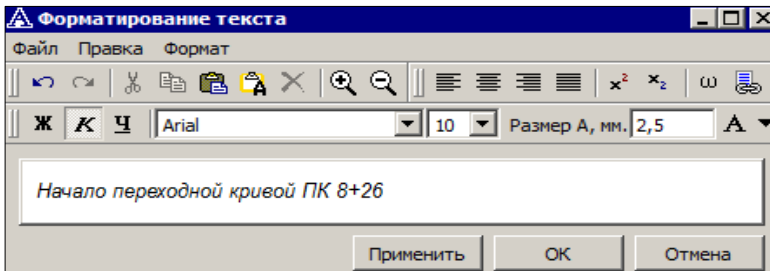

Рис. 9.33
- **Текст значения 1** – текст первой строки. По кнопке  вызывается диалог **Форматирование текста** для ввода и оформления однострочного текста (рис. 9.33).